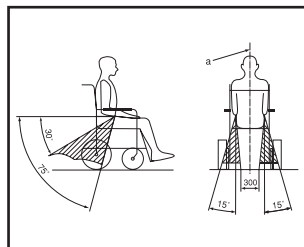

Figure 3
- Enfillez la ceinture abdominale au bas de la taille de l'utilisateur. L'angle entre la ceinture et le sol doit se situer entre 30° et 75° (un angle supérieur est souhaitable) (voir figure 3).